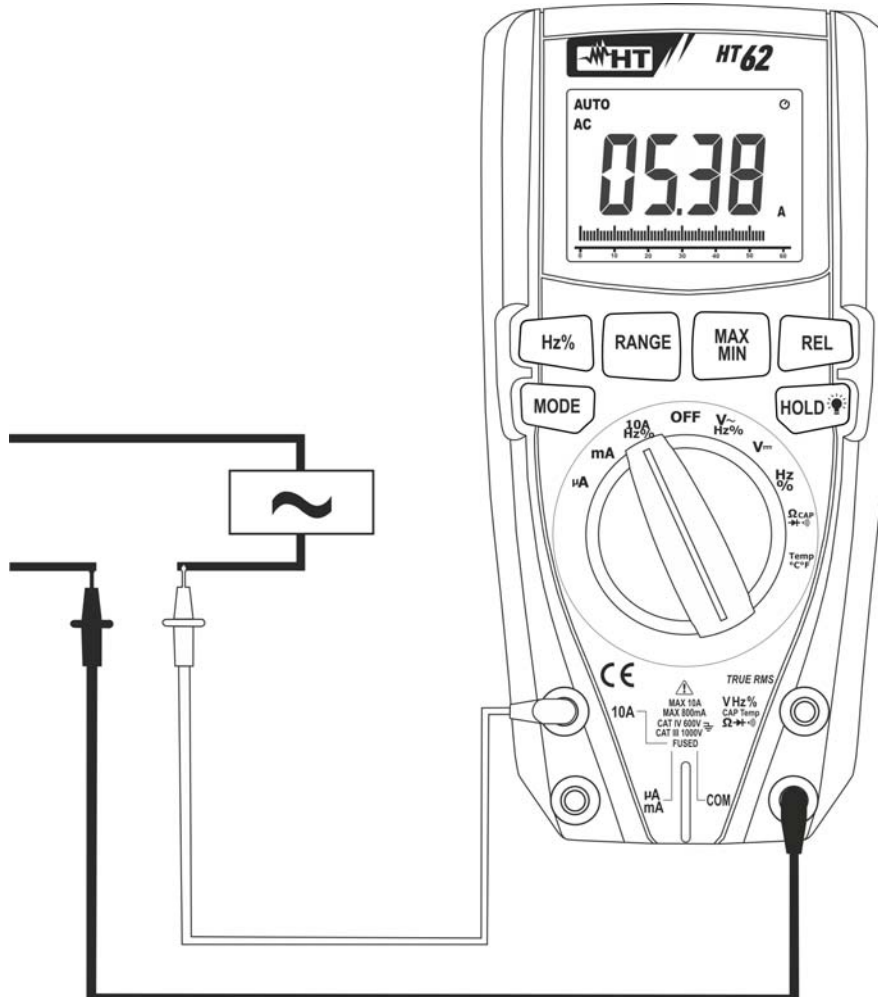

Abb. 10: Verwendung des Gerätes für Wechselstrommessung
5. Verbinden Sie die rote und die schwarze Messleitung in Reihe mit dem zu messenden Stromkreis, achten Sie dabei auf die Strompolarität und -richtung (siehe Abb. 10).